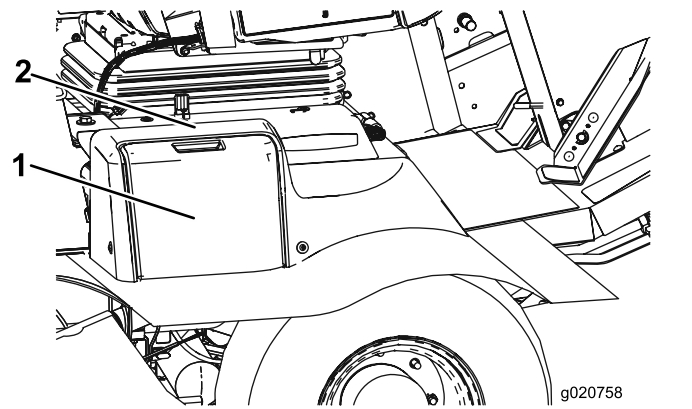

Bild 80
1. Öffnen Sie die Batterieabdeckung an der Seite der Abdeckung (Bild 80).
Hinweis: Üben Sie Druck auf die flache Oberfläche über der Batterieabdeckung aus, um das Entfernen der Abdeckung zu erleichtern (Bild 80).